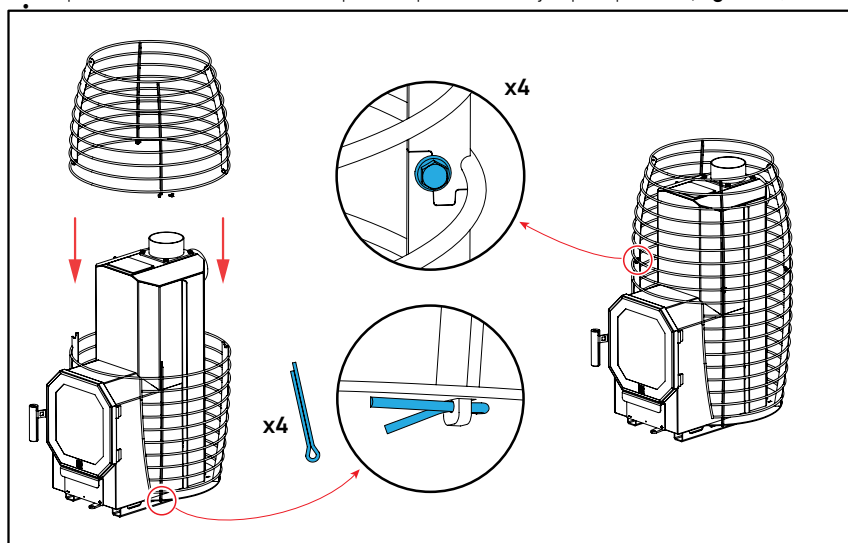

Figura 13. Rejilla para separación de piedras de HIVE Flow.
- la parte superior de la rejilla debe retirarse y elevarse hasta donde lo permita la conexión de la chimenea (**Figura 13**).